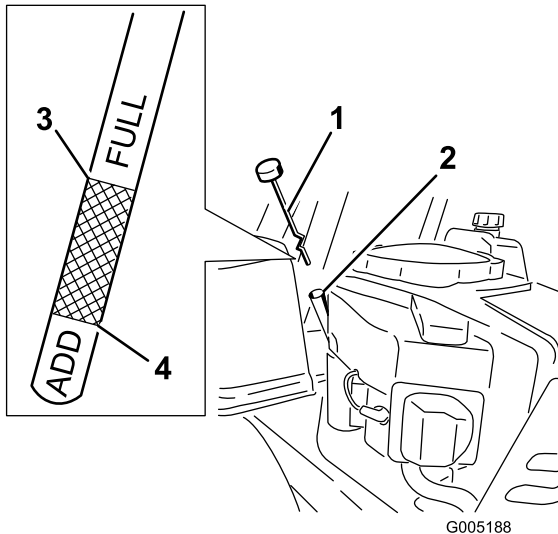

Figura 28
4. Retire la varilla; limpie el aceite Figura 28 Vuelva a colocar la varilla en el tubo, con el tapón descansando sobre el tubo. No enrosque el tapón en el tubo.
5. Retire la varilla y compruebe el nivel de aceite. Figura 28.
7. Retire el tapón de llenado/varilla (Figura 28).
13. Vierta lentamente un 80% aproximadamente de la cantidad especificada de aceite por el tubo de llenado (Figura 28).
14. Instale el tapón de llenado/varilla (Figura 28).
15. Compruebe el nivel de aceite (Figura 28); consulte Verificación del nivel de aceite.
17. Instale el tapón de llenado de aceite y apriételo firmemente. Figura 28